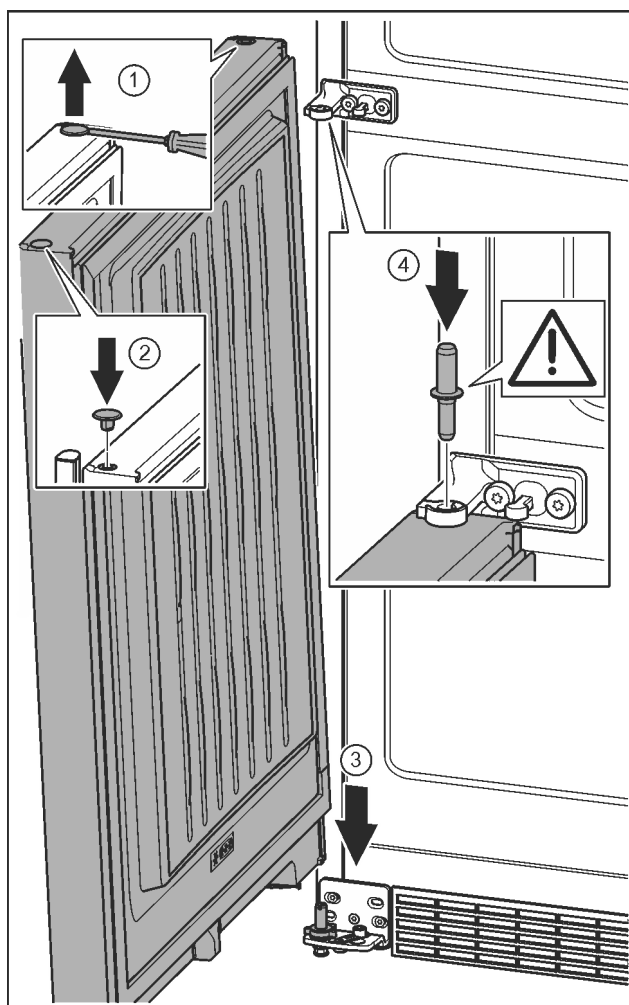

Fig. 21
- ▶ Zátku opatrně nadzvedněte plochým šroubovákem a vytáhněte. Fig. 21 (1)
- ▶ Zátku opět vložte na druhé straně dveří. Fig. 21 (2)
- ▶ Dveře nasadte shora na dolní ložiskový čep. Fig. 21 (3)
- ▶ Prostřední ložiskový čep vložte do dolních dveří přes prostřední stojan ložiska. Přitom dávejte pozor, aby zajišťovací vačka směřovala dozadu. Fig. 21 (4)